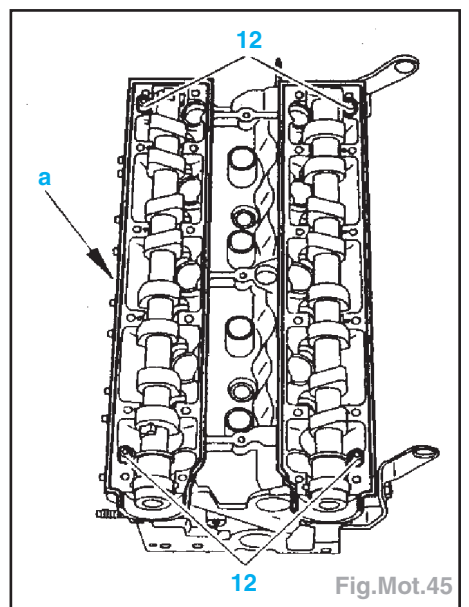

Fig.Mot.45
- Contrôler la présence des bagues de centrage (12) (Fig.Mot.45).
- Déposer un cordon de pâte AUTOJOINT OR sur le pourtour des plans de joints et de taraudages en «a» (Fig.Mot.45).